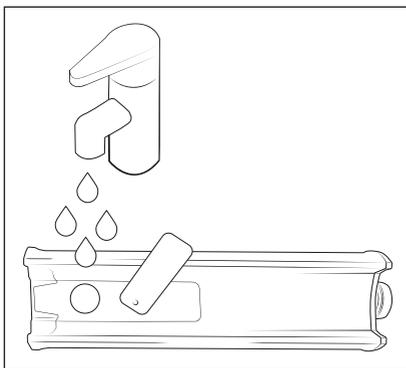

Fig. 7
- 4) Versare acqua di rubinetto o acqua distillata nel serbatoio dell'acqua pulita **6** (vedere fig. 7). Non riempire il serbatoio dell'acqua pulita **6** oltre il segno **MAX**. Scaricare l'acqua in eccesso attraverso l'apertura di riempimento.